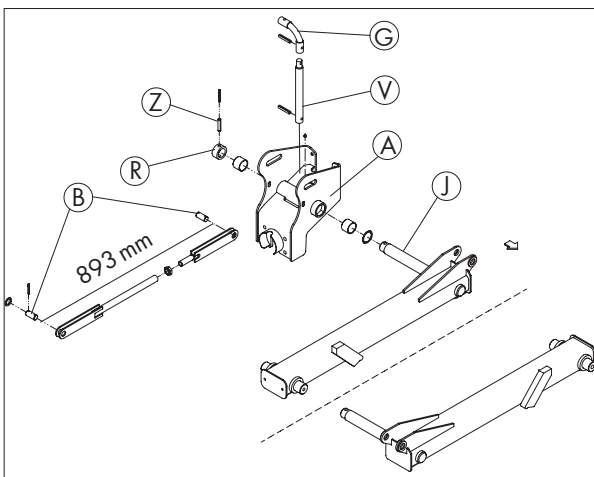

Fig. 3-8
Fixer la rallonge de manivelle (V) et l'articulation en caoutchouc (G) avec la goupille de serrage (S) sur l'unité de toupies (fig. 3-8). Utiliser le contenu du sac J pour ces travaux.
Relier le logement de palier à l'unité de toupies en utilisant quatre boulons M16 (C) et la pièce d'écartement (D) (fig. 3-8). Utiliser le contenu du sac J pour ces travaux.
Faire passer le logement de palier (A) sur l'axe de support (J) et bloquer avec l'anneau (R) et la goupille de serrage (Z) (fig. 3-8).
Fixer la bielle de commande sur le cadre principal en faisant passer le goujon (B) à travers le trou en dessus du palier en aluminium et le logement de palier et la bloquer avec des goupilles cylindriques fendues (fig. 3-8 et 3-9). Utiliser le contenu du sac K pour ces travaux.